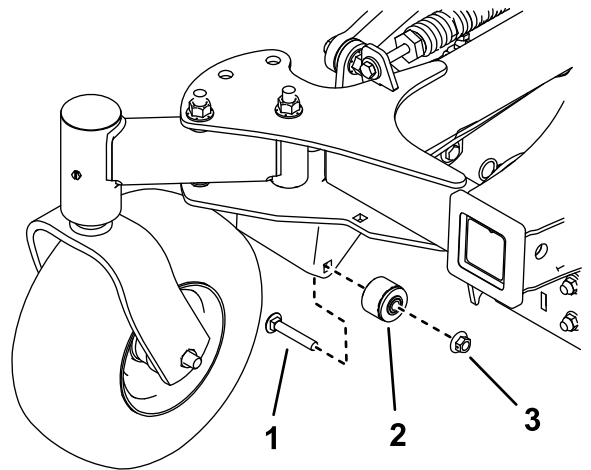

Figura 30
9. Retire ambos casquillos (Figura 30).